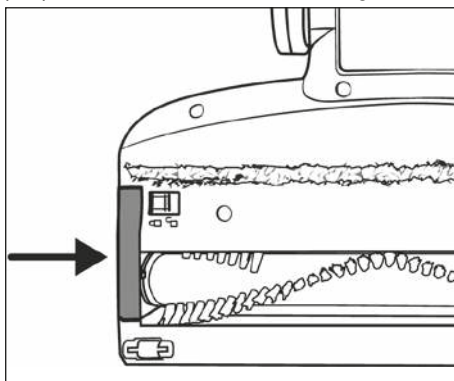

Fig. 27
- 5) Inserire il rullo a spazzola ❶ nella spazzola per pavimenti ❷. Ruotare leggermente il rullo a spazzola ❶ per poterlo inserire più facilmente.
- 6) Inserire il supporto del rullo a spazzola **20** nuovamente nella spazzola per pavimenti **22**. Premerlo verso il basso finché non si innesta nella spazzola per pavimenti **22** con un clic (vedere fig. 27).